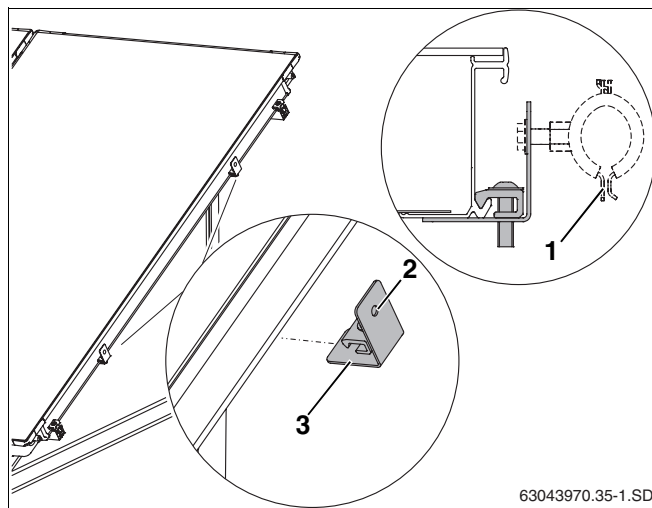

Fig. 56 Fissaggio del supporto sul telaio dei collettori
Per il fissaggio della tubazione di adduzione alla filettatura M8 del supporto (fig. 56, **pos. 2**), si consiglia l'uso di fascette per tubo (fig. 56, **pos. 1**) di tipo comunemente disponibile in commercio.
- Disporre il supporto (fig. 56, **pos. 3**) sul telaio dei collettori e serrare la vite con una chiave SW5.